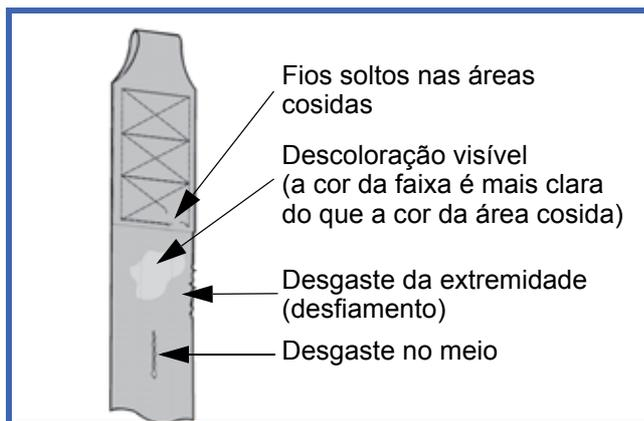

Fig. 53
- 2) Procure quaisquer sinais de desgaste ou descoloração (consulte a Fig. 53).